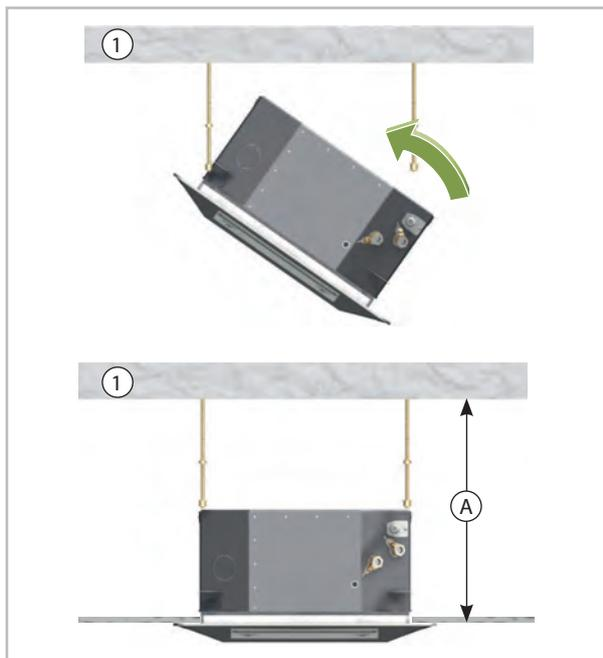

Abb. 32: Gerät einhängen
2. ➤ Setzen Sie das Innengerät in die Gewindestangen ein und bringen Sie die Geräte durch die untere Mutter in eine waagerechte Position (Abb. 32).